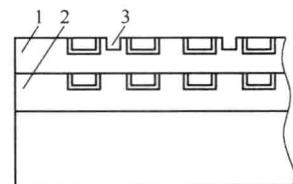

图 2 工作台
(1) 拆卸废电磁工作台面(MJ130),将反面磨出,尔后将正面朝上对准磨床磁力台面的磁力线,在四角与磨床磁力台面配做 4 个 $\phi 10.5\text{mm}$ (M10)的通(螺)孔,并镗 $\phi 15.5\text{mm}$ 沉孔。
(2) 根据工件形状与尺寸在专用工作台正面的磁力线中间铣出工艺槽或钻出工艺孔(若钻孔需在工作台底面铣通槽排水排砂),注意尽量不要将磁力线切断。
(3) 将专用工作台面用螺钉压紧在磨床台面上,如图 2 所示,并自磨。